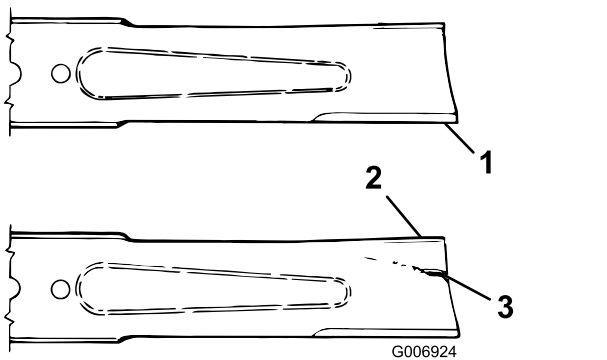

Figure 84
2. Examinez attentivement les tranchants de la lame, particulièrement au point de rencontre de la partie plane et de l'ailette (Figure 84). Le sable et les matières abrasives peuvent éroder le métal à cet endroit, c'est pourquoi il
est important de contrôler l'état de la lame avant d'utiliser la machine. Remplacez la lame si elle est usée (Figure 84) ; voir Dépose de la lame.
Si la lame est trop usée, une entaille se forme entre la partie relevée et la partie plane (Figure 84). La lame peut alors se briser et un morceau être projeté du dessous de la machine, vous blessant gravement ou une personne à proximité.